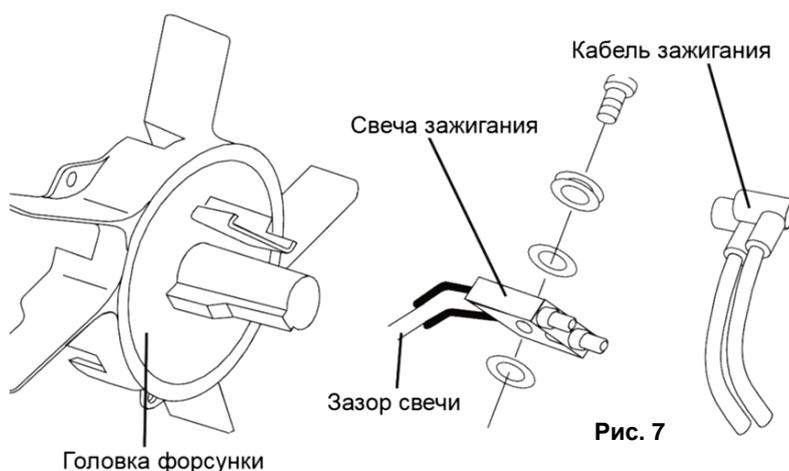

Рис. 7
Обслуживание свечи зажигания (См. Рис. 7)
- Отсоедините высоковольтный кабель зажигания со свечи (См. Рис.7)